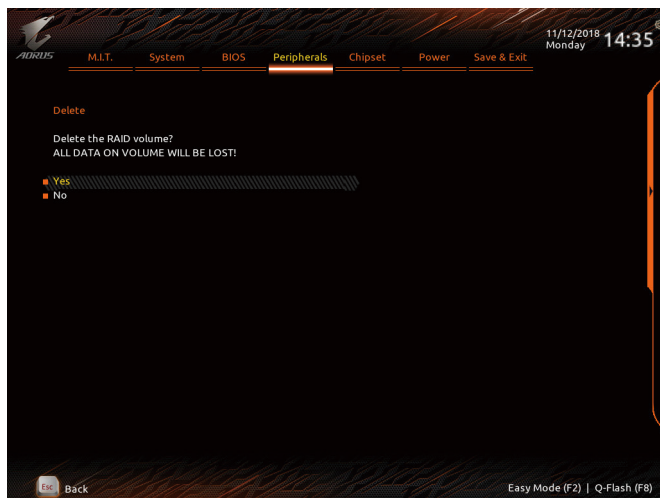

图12
若要清除已建立的磁盘阵列，请至「Intel(R) Rapid Storage Technology」画面，在要清除的磁盘阵列上按<Enter>进入「RAID VOLUME INFO」画面。接着在「Delete」选项上按<Enter>键进入删除画面。要删除磁盘阵列，请在「Yes」项目按<Enter>键(图12)。